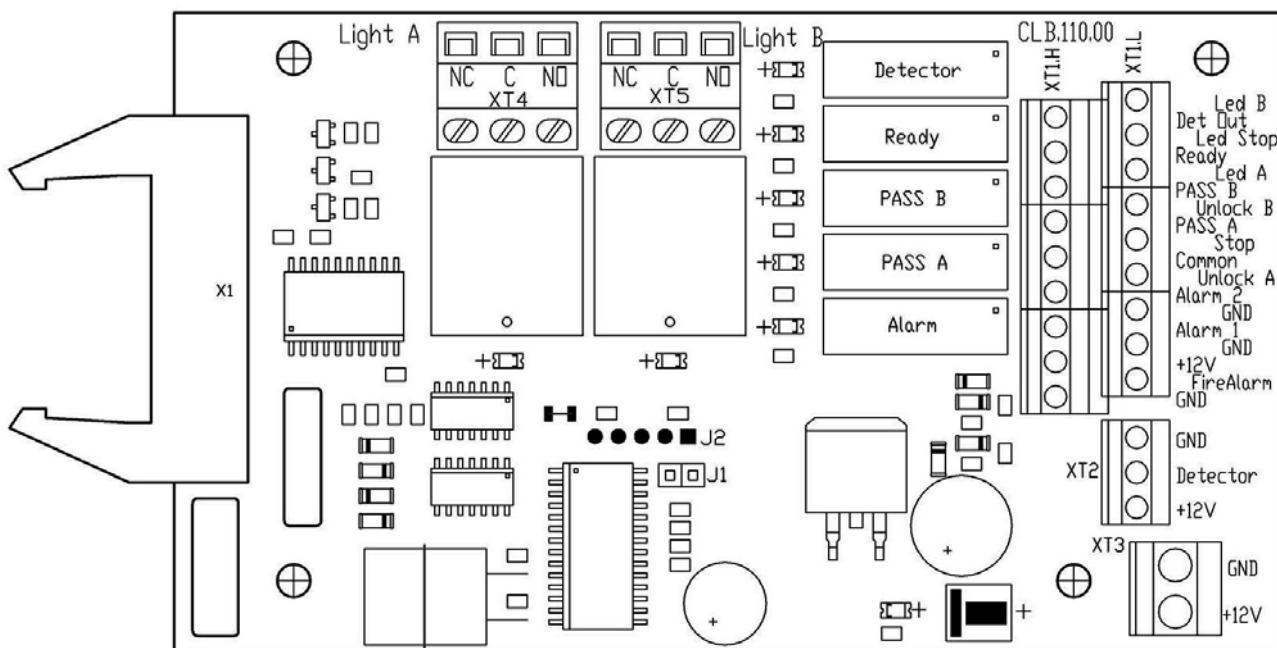

Рисунок 3 Внешний вид платы CLB
6.2.4 Пульт управления выполнен в виде небольшого настольного прибора в корпусе из ударопрочного АБС пластика и предназначен для задания и индикации режимов работы при ручном управлении турникетом. Пульт управления подключается к плате CLB гибким многожильным кабелем (14) через клеммную колодку "XT1.L" (см. рисунок 3).
На лицевой панели пульта управления расположены три кнопки для задания режимов работы турникета. Над кнопками расположены индикаторы. Средняя кнопка **STOP** (далее – кнопка **Запрет прохода**) предназначена для переключения турникета в режим «*Запрет прохода*». Левая и правая кнопки (далее – кнопки **Разрешение прохода**) предназначены для разблокировки турникета в выбранном направлении. Изменить ориентацию пульта управления относительно установки стойки турникета (если на месте установки стойка обращена к оператору не лицевой, а тыльной стороной) можно, поменяв местами провода от пульта управления, подключаемые на контакты *Unlock A* и *Unlock B* а также *Led A* и *Led B* соответственно (рисунок 3 и рисунок А.1 Приложения А).
6.2.5 На плате CLB (см. рисунок 3) расположены:
6.4.3 Реле *PASS A* (контакты *PASS A* и *Common*), *PASS B* (контакты *PASS B* и *Common*), *Ready* (контакты *Ready* и *Common*), *Detector* (контакты *Det Out* и *Common*) и *Alarm* (контакты *Alarm 1* и *Alarm 2*) имеют нормально-разомкнутые контакты. При этом общий для этих реле контакт *Common* не соединен с минусом источника питания турникета. В исходном (неактивном) состоянии при включенном питании контакты реле *PASS A*, *PASS B*, *Ready* и *Detector* замкнуты (на обмотку реле подано напряжение), а контакты реле *Alarm* разомкнуты (напряжение на обмотку реле не подано). Факт срабатывания/отпускания реле *PASS A*, *PASS B*, *Ready*, *Detector* и *Alarm* можно определить по загоранию/гашению красных индикаторов, которые установлены вблизи указанных реле (см. рисунок 3).
6.9.2 Подключение датчика контроля зоны прохода производится к клеммной колодке *XT2*, а сирены – к клеммной колодке *XT1.H* платы *CLB* согласно схеме электрических соединений см. рисунок А.1 Приложения А и рисунок 3). Датчик контроля зоны прохода должен иметь нормально-замкнутые контакты.
На контакты *Det Out* и *Common* клеммной колодки *XT1.H* платы CLB (см. рисунок 3) всегда транслируется сигнал о текущем состоянии датчика контроля зоны прохода.
6.9.3 Подключение устройства, подающего команду аварийной разблокировки, производится к клеммной колодке *XT1.L* платы CLB согласно схеме электрических соединений (см. рисунок А.1 Приложения А и рисунок 3). Если вход *Fire Alarm* не используется, то необходимо установить перемычку между контактами *Fire Alarm* и *GND*. При поставке данная перемычка установлена.